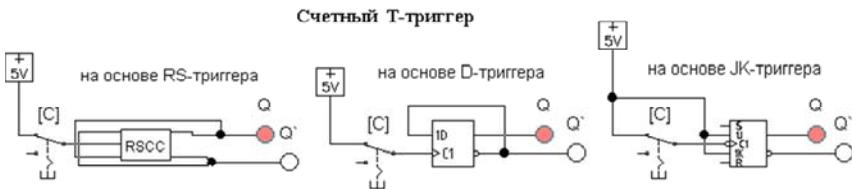

Рис. 14.9. T-триггеры (файл **t-trig.ewb**)
4. Исследовать универсальные T-триггеры (файл **t-trig.ewb**, рис. 14.9).